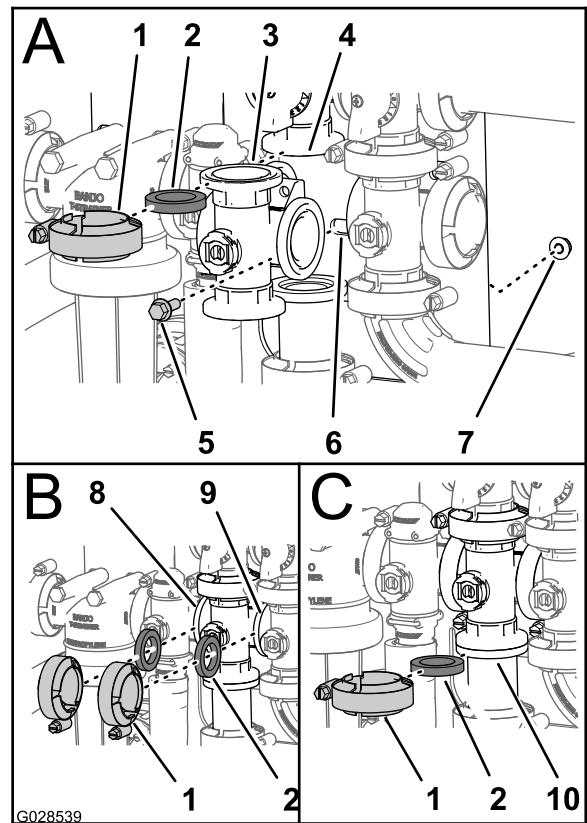

Figura 102
1. Allineate la flangia del collettore della valvola dell'agitatore, una guarnizione e la flangia della valvola di bypass dell'agitatore (A di Figura 102).
2. Montate la valvola di bypass dell'agitatore, la guarnizione e il collettore della valvola dell'agitatore con un morsetto e serrate manualmente (A di Figura 102).
3. Allineate guarnizione tra le flange del collettore della valvola di comando del volume e della valvola dell'agitatore (B di Figura 102).
4. Montate la valvola di comando del volume, la guarnizione e il collettore della valvola dell'agitatore con un morsetto e serrate manualmente (B di Figura 102).
5. Allineate guarnizione tra le flange del collettore della valvola dell'agitatore e la valvola principale delle barre (B di Figura 102).
6. Montate il collettore della valvola dell'agitatore, la guarnizione e la valvola principale delle barre con un morsetto e serrate manualmente (B di Figura 102).
7. Allineate guarnizione tra le flange del collettore della valvola dell'agitatore e il raccordo dell'adattatore per la valvola di accelerazione dell'agitatore (C di Figura 102).
8. Montate il collettore della valvola dell'agitatore, la guarnizione e il raccordo dell'adattatore con un morsetto e serrate manualmente (C di Figura 102).